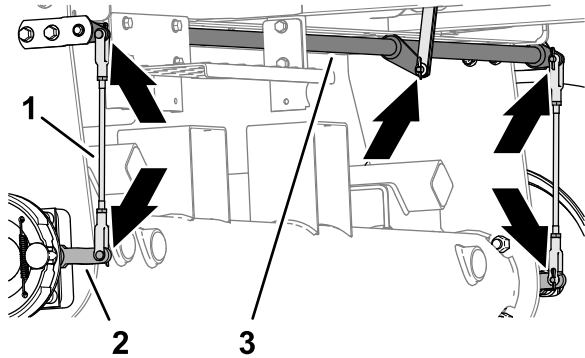

Figura 70
- Inspeccione los conjuntos de varilla de freno derecho e izquierdo (Figura 70) en busca de daños o desgaste.
- Inspeccione el eje de articulación del freno (Figura 70) en busca de daños o desgaste.